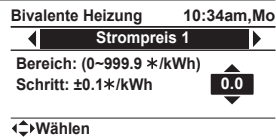

Abbildung 1
- Drücken Sie \wedge oder \vee , um einen Einstellungsbildschirm aufzurufen, wie in Abbildung 1 gezeigt. Beginnen Sie dann mit der Einstellung des Strompreises.